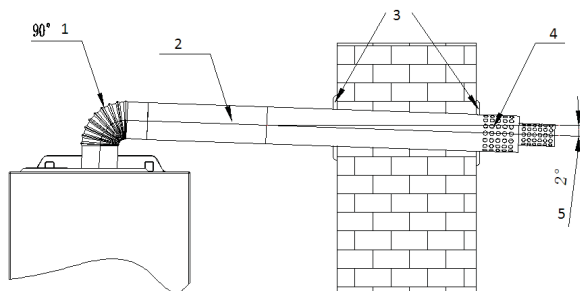

Рис. 11
В зависимости от фактического места установки котла можно столкнуться с ситуацией, когда длины трубы дымоотвода будет недостаточно для монтажа, или же необходим дополнительный поворот на 90°, тогда возможно, основываясь на фактической потребности, заказать удлинение трубы или дополнительные отводы 90°, смотри рис. 11.
**ВНИМАНИЕ:** Общая составная длина (с учетом возможных поворотов на90°) прямой трубы коаксиального дымо-/воздуховода (считая сразу же от отвода 90° после выхода из котла) **не должна превышать 3 м (см. рис. 11)**, при этом каждый дополнительный отвод 90° равнозначен увеличению длины трубы коаксиального дымо-/воздуховода на 1 м.
Раздельная система дымоходов и воздуховодов диаметром 80мм часто применяется в случаях монтажа, когда невозможно использование коаксиальной системы дымо-/воздуховода типа «труба в трубе» из-за превышения максимально допустимой длины, или при поквартирном отоплении многоэтажных домов в случае необходимости подсоединения к различным вертикальным коллективным (идущим через несколько этажей) каналам дымохода и воздухозабора (см. схемы на рис. 11а).
**ВНИМАНИЕ:** Общая составная длина (с учетом возможных поворотов на 90° и 45°) труб дымохода и воздуховода (считая сразу же от отвода 90° после выхода из котла) **не должна превышать максимальных расстояний, указанных на рис. 11а**, при этом каждый дополнительный отвод 90° равнозначен увеличению длины трубы дымохода или воздуховода на 1 м, а каждый дополнительный отвод 45° равнозначен увеличению длины трубы дымохода или воздуховода на 0,5 м.
Рис. 11а.